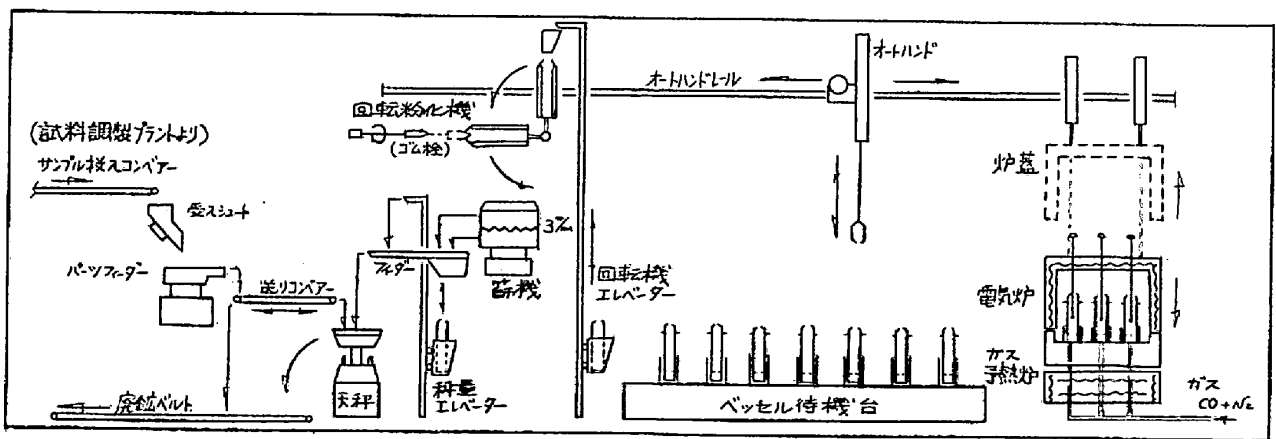

図1 全自動還元粉化装置の構成
3. 装置の構成 装置の構成の概略を図1に示す。高炉送りのベルトから自動サンプラーにより採取